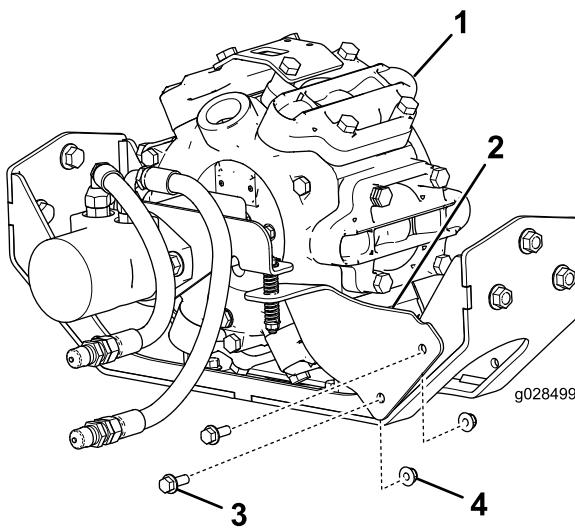

Bild 6
1. Befestigen Sie die Drehsperthalterung mit zwei Bundkopfschrauben (3/8 x 1") und zwei Bundmuttern (3/8") an der vorderen linken Halterung an der Sprühfahrzepumpe, wie in Bild 6 abgebildet.